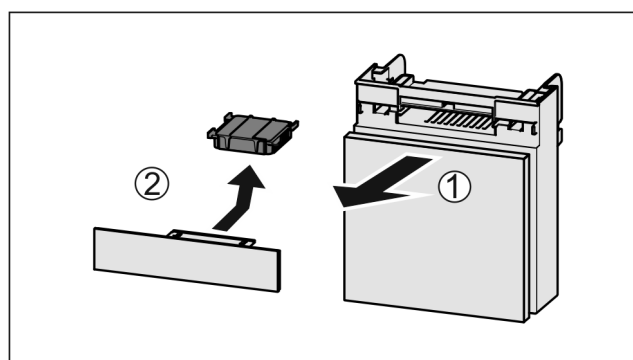

Fig. 146
- Fach nach vorne herausziehen Fig. 146 (1).
- Aktivkohlefilter entnehmen Fig. 146 (2).